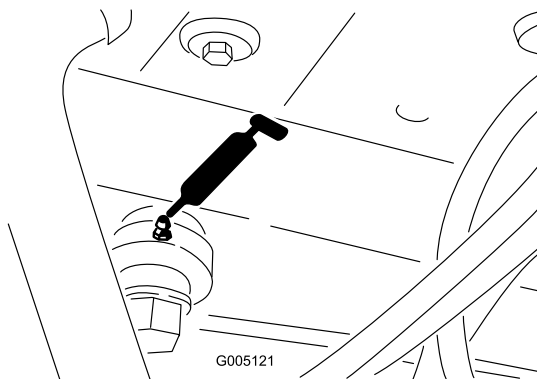

Figura 33
- Extremo del cilindro de dirección (Figura 33)